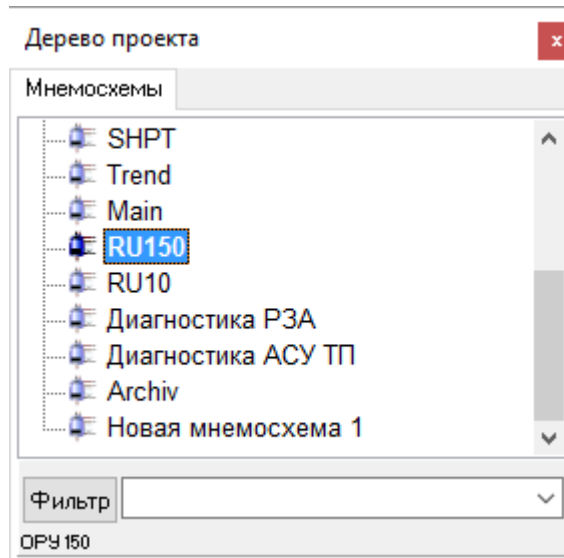

Рисунок 1.10. Дерево проекта
2) «Дерево проекта» (горячая клавиша <F3>)- открывает/закрывает окно с деревом мнемосхем (Рисунок 1.10).